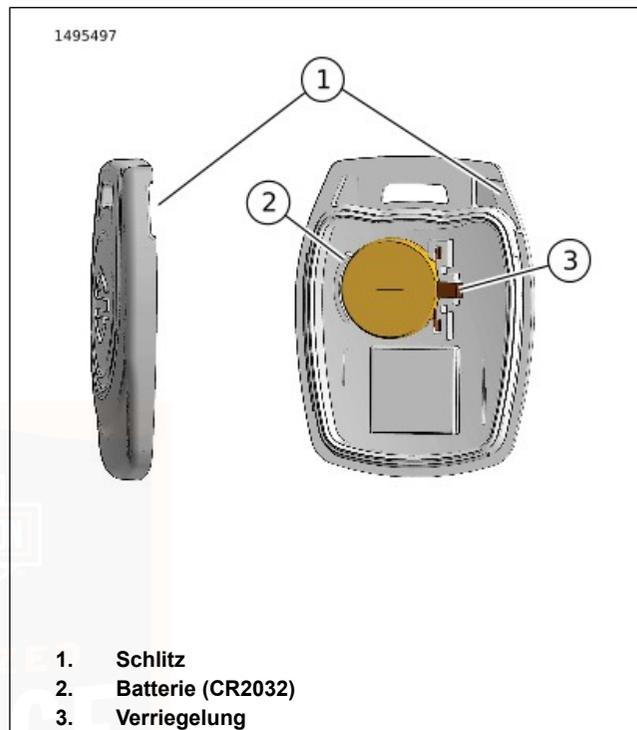

Abbildung 20. Schlüsselanhängerbatterie austauschen
- Siehe Abbildung 20. Die Seriennummer auf dem Schlüsselanhänger befindet sich auch auf der Innenseite des Schlüsselanhängers.
1. Siehe Abbildung 20. Zum Öffnen des Schlüsselanhängers den Schlitz (1) mit einem dünnen Gegenstand drehen.
2. Die Batterie (2) herausnehmen und gemäß den örtlichen Bestimmungen entsorgen.